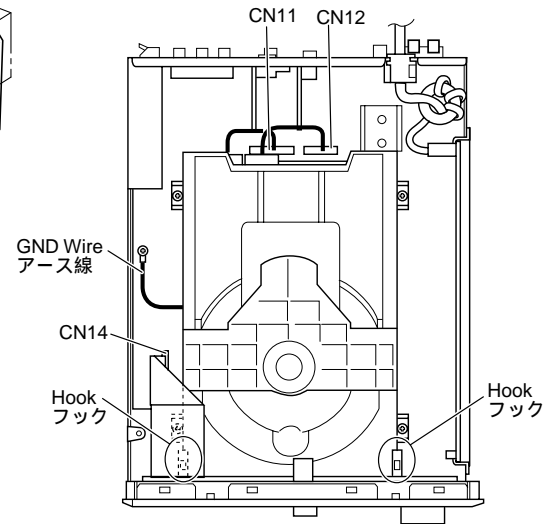

Fig. 2
- c. Remove connectors CN14. (Fig. 2)
- d. Remove 2 hooks and then slide the Front Panel Unit forward. (Fig. 2)
- b. Remove connectors CN11, CN12 and GND wire and then remove the DVD Mechanism Ass'y. (Fig. 2)
- c. コネクターCN14を外します。( Fig. 2 )
- d. フック2箇所を外し、フロントパネルユニットを前方へ引き出します。( Fig. 2 )
- b. コネクターCN11、CN12、及びアース線を外し、DVDメカニズムASSYを取り外します。( Fig. 2 )